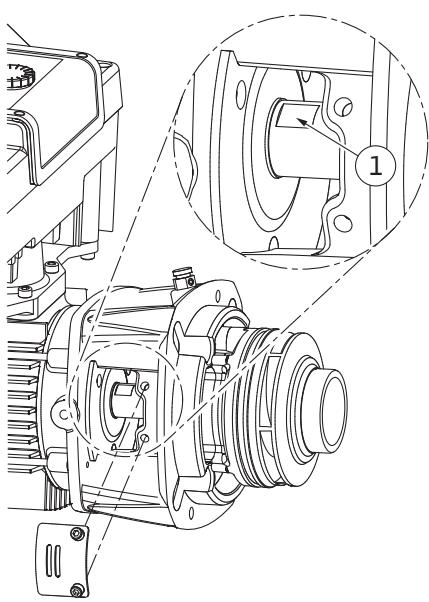

Fig. 106: Površine ključa na vratilu
14. U prozor laterne uvedite čeljusni ključ (širina 22 mm) i čvrsto držite vratilo površinama ključa (Fig. 106, poz. 1). Odvrnite maticu radnoga kola (Fig. I, poz. 22). Radno kolo (Fig. I, poz. 21) automatski se skida s vratila.
3. U prozor laterne uvedite čeljusni ključ (širina 22 mm) i čvrsto držite vratilo površinama ključa (Fig. 106, poz. 1).
10. U prozor laterne (Fig. IV, poz. 38) uvedite čeljusni ključ (širina 32 mm) i čvrsto držite vratilo površinama ključa (Fig. 106, poz. 1). Montirajte radno kolo s podložnom pločicom (podložnim pločicama) i maticom. Zategnite maticu. Izbjegavajte oštećenja klizno-mehaničke brtve zbog zapinjanja.